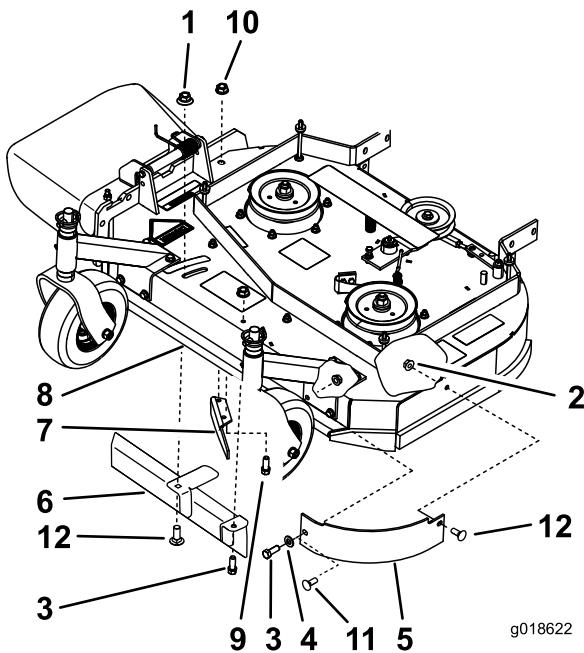
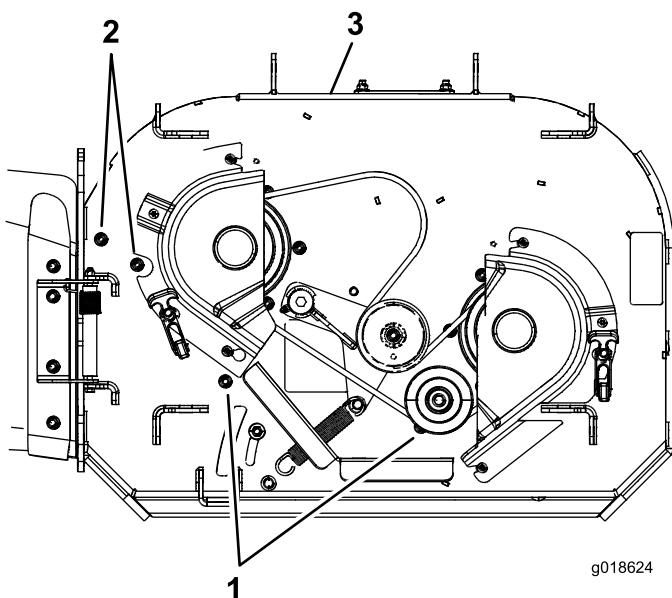

Figura 3
Figura 4
1. Togliete il copringhia del tosaerba dal piatto di taglio (Figura 3).
2. Togliete i bulloni, le rondelle e i dadi flangiati che tengono in posizione il deflettore anteriore sinistro (Figura 3).
4. Togliete i bulloni e i dadi flangiati che tengono in posizione il deflettore di scarico (Figura 3 o Figura 4). Montate i dadi e i bulloni per coprire i fori dopo aver tolto il deflettore.
5. Togliete il grosso dado flangiato o il blocco delle camme e la rondella svitandoli dal deflettore di flusso regolabile (Figura 3).
- Togliete il bullone che tiene in posizione il deflettore di flusso regolabile (Figura 3).